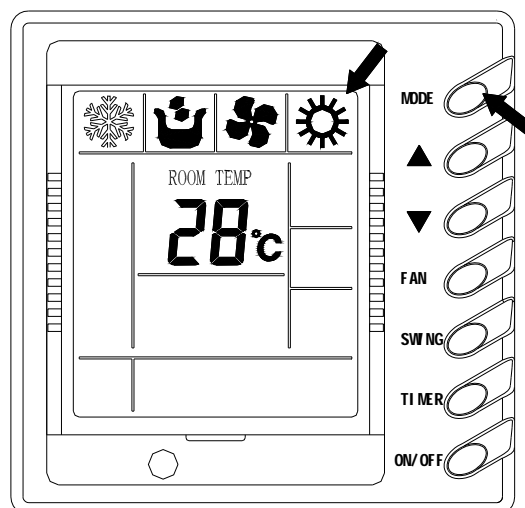

Рис. 8
6) Выбор режима работы кондиционера (рис. 8)